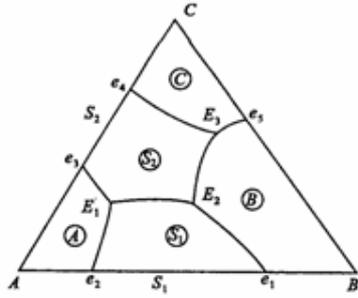

图6-15
6-27 图6-15为生成2个一致熔融二元化合物的三元系统,据图回答下列问题：(1) 可将其划分为几个副三角形？(2) 标出图中各边界及相区界线上温度下降方向。(3) 判断各无变量点的性质,并写出相平衡关系式。